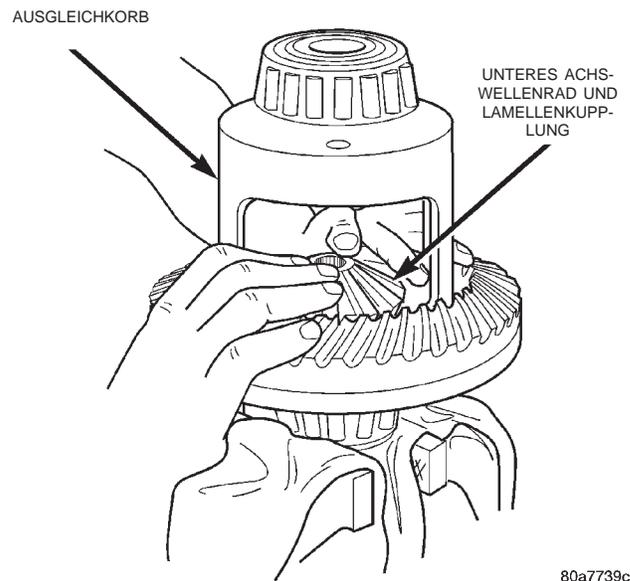
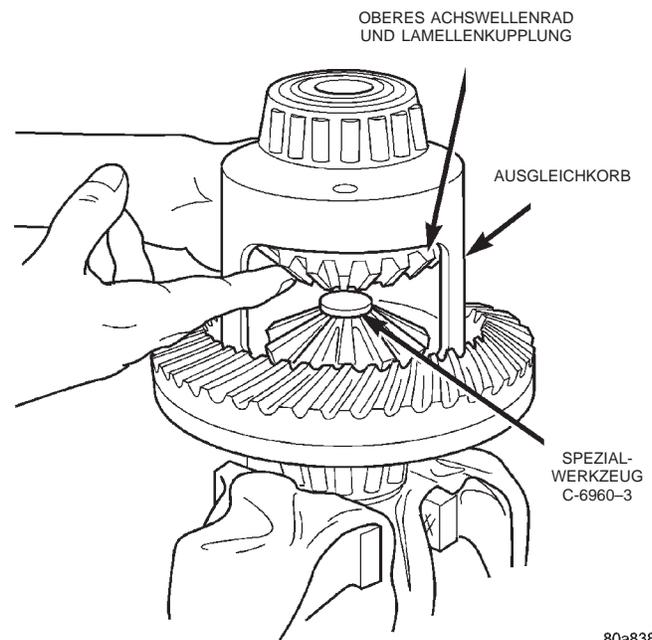

Abb. 62 Lamellenkupplung und unteres Achswellenrad einbauen
Abb. 63 Lamellenkupplung und oberes Achswellenrad einbauen
(2) Die Lamellenkupplungen an den Naben der Achswellenräder montieren.
(3) Lamellenkupplung und Achswellenrad auf der Tellerradseite im Ausgleichkorb montieren (Abb. 62). **Sicherstellen, daß die Sicherungen der Lamellenkupplungen richtig eingerastet sind und sich nicht lösen können.**
(4) Ausgleichkorb am Spezialwerkzeug 6965 montieren.
(5) Die eingölte Stufenplatte C-6960-3 an der ersten Lamellenkupplung montieren (Abb. 63).
(6) Das obere Achswellenrad und die obere Lamellenkupplung einbauen (Abb. 63).
(7) Die Baugruppe in dieser Stellung fixieren. Gewindescheibe C-6960-1 in das obere Achswellenrad einschrauben.
(8) Druckschraube C-6960-4 eindrehen.
(9) Die Druckschraube festziehen, so daß die Lamellenkupplung leicht zusammengedrückt wird.
(10) Ausgleichkegelräder an den Achswellenrädern montieren. Dabei darauf achten, daß die Bohrungen für den Mittenbolzen fluchten.